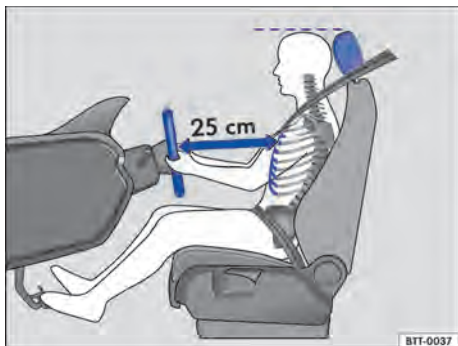
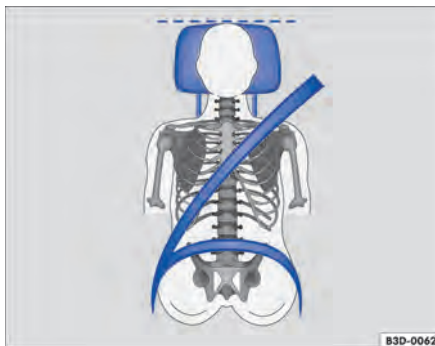

Fig. 40 A distância correta entre o condutor e o volante deve ser de, no mínimo, 25 cm.
Fig. 41 Posição correta do cadarço do cinto e ajuste correto do apoio para cabeça.
- Ajustar o banco de modo que a distância entre ele e o tórax tenha no mínimo 25 cm \Rightarrow Fig. 40 e que o condutor possa segurar o volante pela borda externa com as duas mãos e os braços ligeiramente dobrados.
- Para os bancos com apoio para cabeça: ajustar o apoio para cabeça de modo que a sua borda superior se encontre preferencialmente na mesma linha da parte superior da cabeça \Rightarrow Fig. 40 e \Rightarrow Fig. 41 – porém não abaixo da altura dos olhos. Posicionar a parte posterior da cabeça o mais perto possível do apoio para cabeça.